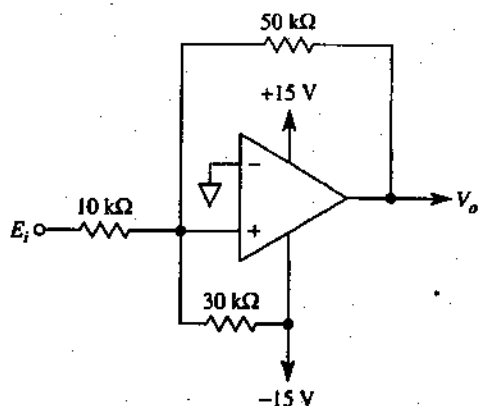

FIGURE P4-10
- 4-10. For the circuit of Fig. P4-10 calculate (a)  $V_{\text{ctr}}$ ; (b)  $V_H$ ; (c)  $V_{UT}$ ; (d)  $V_{LT}$ . Assume that  $+V_{\text{sat}} = \pm 15 \text{ V}$ .